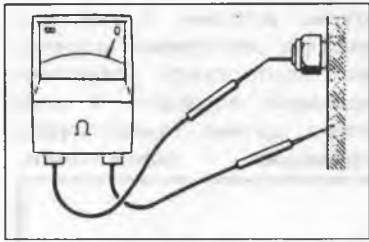

Рис. 104
- ◆ Отсоедините разъем от датчика и с помощью омметра проверьте наличие цепи между выводом датчика и массой (Рис. 104). При неработающем двигателе цепь д.б. замкнута, т.е. омметр должен показать нулевое сопротивление. При работающем двигателе (в режиме холостого хода или при средней частоте вращения коленчатого вала двигателя) цепь д.б. разомкнута, т.е. омметр должен показать бесконечное сопротивление.